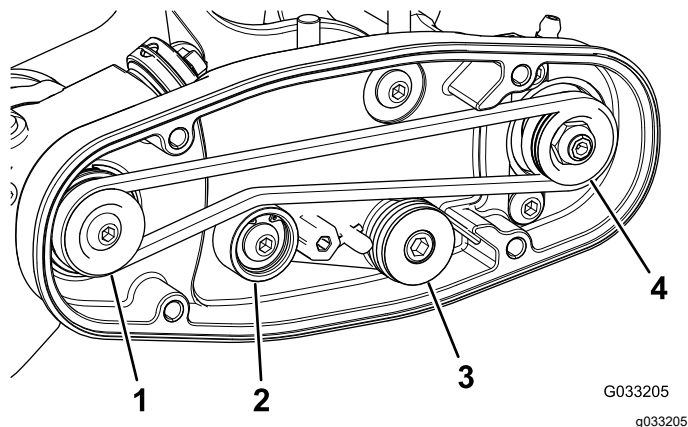

图 12
- 先缠绕**驱动**皮带轮周围的皮带然后再缠绕怠轮皮带轮顶部上方的皮带 图 12。